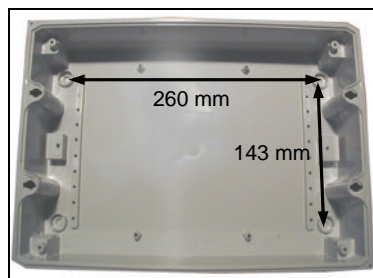

Fig. 21
- Bevestig de behuizing met behulp van de bijgeleverde pluggen en schroeven. Plaats de afdekkapjes op de schroeven (Fig. 21).